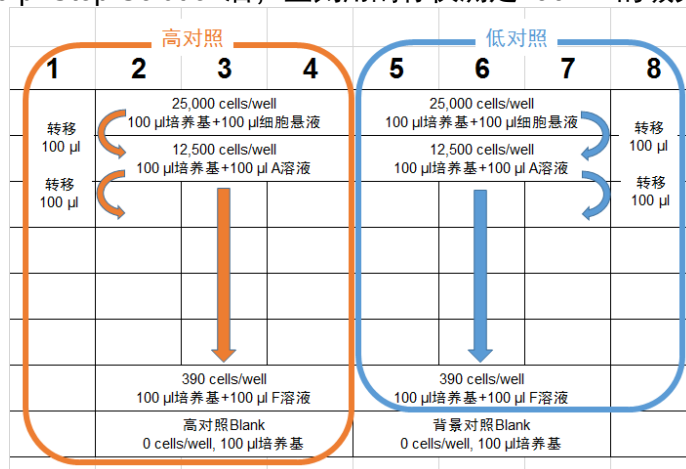

图3 预实验96孔板细胞梯度配置例
- 3) 如图3所示，向96孔板中A行（高对照和低对照各3个孔）加入100 μ l细胞悬液后，用多通道移液器按1/2比例用培养基稀释成一个系列细胞梯度。